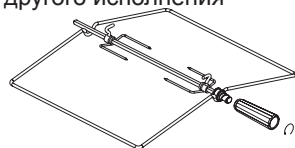
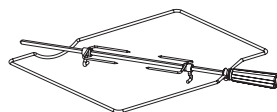

рис. 10
рис. 10.1
- Плиты комплектуются вертелом со съемной рукояткой (рис.10). В зависимости от комфортности плиты могут комплектоваться вертелами другого исполнения (рис.10.1). При установке и извлечении использовать рукоятку, которая накручивается на резьбовую втулку.